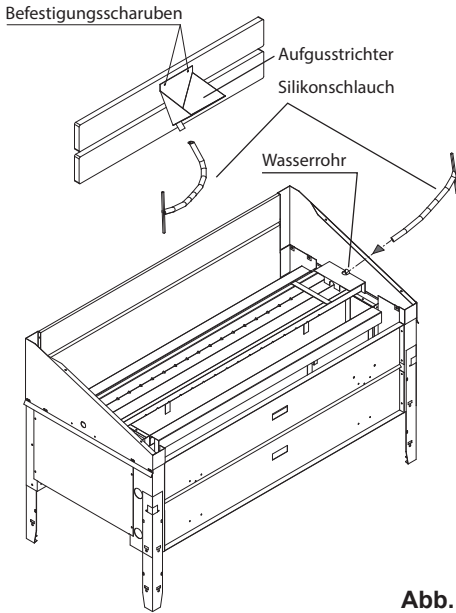

Abb. 6
7. Montage Ausgusstrichter (Abb. 6)